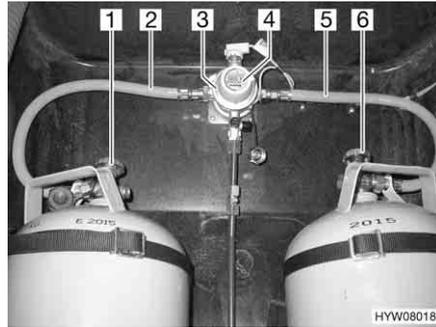
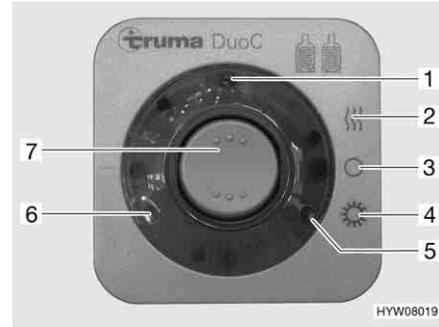

Bild 123 DuoControl-Umschaltanlage
Bild 124 Bedieneinheit
Die DuoControl-Umschaltanlage besteht aus einem Umschaltventil (Bild 123,3) und der Bedieneinheit (Bild 124). Das Umschaltventil ist zwischen den Gasschläuchen (Bild 123,2 und 5) montiert. Mit dem Drehknopf (Bild 123,4) am Umschaltventil kann bestimmt werden, welche der Gasflaschen als Betriebsflasche und welche Gasflasche als Reserveflasche verwendet wird.
An der Bedieneinheit (Bild 124) können nur die elektrischen Funktionen geschaltet werden. Die Haupt-Absperrventile der Gasflaschen (Bild 123,1 und 6) müssen von Hand geöffnet werden.
Das Umschaltventil gewährleistet einen konstanten Gasdruck, unabhängig davon, welche Gasflasche Gas liefert. Die zwei Kontroll-Leuchten an der Bedieneinheit zeigen den Füllstand der Betriebsflasche an. Wenn die grüne Kontroll-Leuchte (Bild 124,6) leuchtet, ist die Betriebsflasche voll. Wenn die rote Kontroll-Leuchte (Bild 124,5) leuchtet, ist die Betriebsflasche leer. Die Gasversorgung erfolgt dann über die Reserveflasche.
- Die Haupt-Absperrventile an den Gasflaschen (Bild 123,1 und 6) öffnen.
- Mit dem Drehknopf (Bild 123,4) am Umschaltventil (Bild 123,3) die Gasflasche wählen, der vorrangig das Gas entnommen werden soll (Betriebsflasche).
- An der Bedieneinheit (Bild 124) die DuoControl-Umschaltanlage einschalten.
Dazu den Wippschalter (Bild 124,7) auf Winterbetrieb "Ein und Heizen" (Bild 124,2) oder auf Sommerbetrieb "Ein" (Bild 124,4) stellen. Das Umschaltventil ist jetzt entlüftet. Die gelbe Kontroll-Leuchte (Bild 124,1) leuchtet, wenn Winterbetrieb gewählt wird und die Regler-Enteisungsanlage eingeschaltet ist.
- Den Wippschalter (Bild 124,7) auf "O" (Bild 124,3) stellen. Die gelbe Kontroll-Leuchte (Bild 124,1) erlischt.
- Die Haupt-Absperrventile an den Gasflaschen (Bild 123,1 und 6) schließen.
Die Kontroll-Leuchten an der Bedieneinheit (Bild 124,5 und 6) signalisieren im Fahrzeuginnenraum, ob die Betriebsflasche betriebsbereit ist.
Wenn die grüne Kontroll-Leuchte (Bild 124,6) während des Betriebs erlischt und die rote Kontroll-Leuchte (Bild 124,5) aufleuchtet, ist die als Betriebsflasche gewählte Gasflasche leer und muss gewechselt werden. Die Reserveflasche versorgt die Gasverbraucher weiterhin mit Gas.